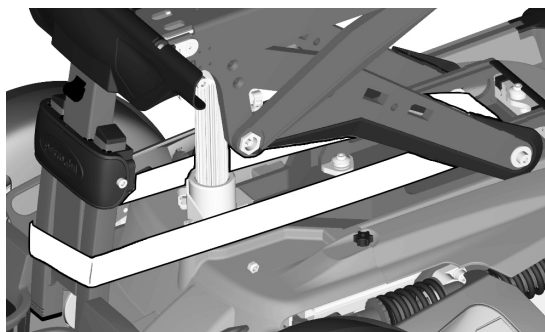

Abbildung 103. Sitzposition sichern, indem man einen Spanngurt zwischen Beinstütze und Achse der AP-Sitzhöhenverstellung anbringt.
2. Sitzposition sichern, indem man einen Spanngurt zwischen Beinstütze und Achse der AP-Sitzhöhenverstellung anbringt. Siehe Abbildung. 103.